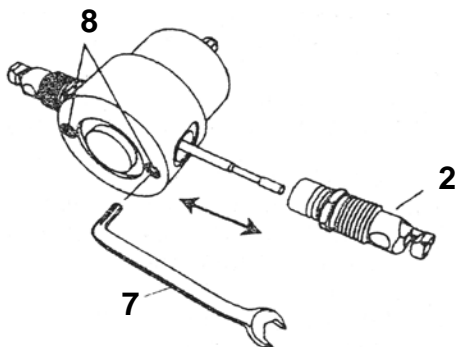
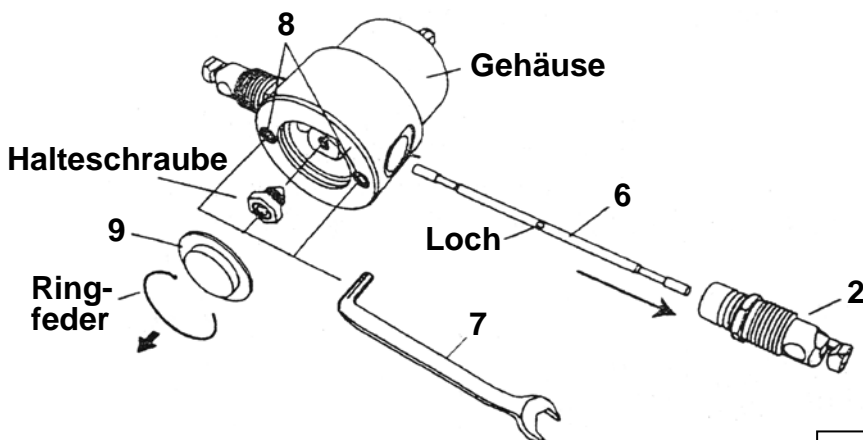

Bild 4
Bild 5
1. Lösen Sie die beiden Befestigungsschrauben (8) der Schneidwellenhalter mit Hilfe des Inbusschlüssels (7) und nehmen Sie die Schneidwellenhalter (2) heraus (Bild 4).
2. Drücken Sie vorsichtig die Ringfeder aus der Führungsnut und nehmen Sie die Abdeckkappe (9) heraus.
3. Lösen Sie die Halteschraube für die Schneidwelle mit dem Maul- und Inbusschlüssel (7). Die Inbusschraube ist mit einer Mutter gekontert. Lösen Sie die Konterung, um die Halteschraube lösen zu können. Nehmen Sie die alte Schneidwelle heraus (Bild 5).